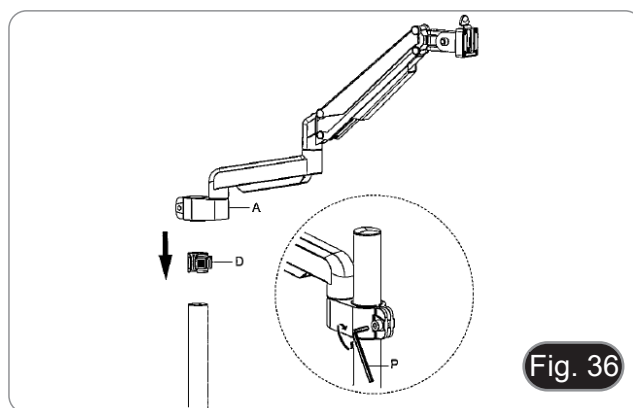

Fig. 36
- **NOTA: il coperchio di plastica (H) serve anche come contenitore per le chiavi a brugola utilizzate per il montaggio e la regolazione della tensione delle varie parti.**
6. Inserire l'anello di prevenzione discesa (D) nella colonna.
7. Inserire il braccio flessibile (A) e serrare la vite di fissaggio. (Fig. 36)